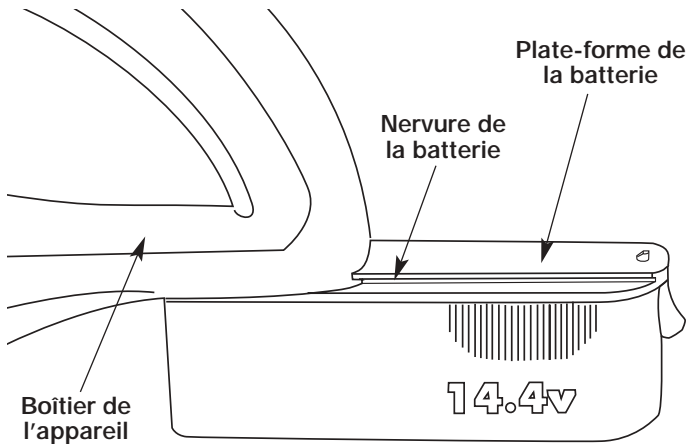

Fig. 5
- Alignez les nervures des deux côtés de la plateforme centrale de la batterie avec la rainure à l'arrière du logement de l'appareil (Fig. 5).